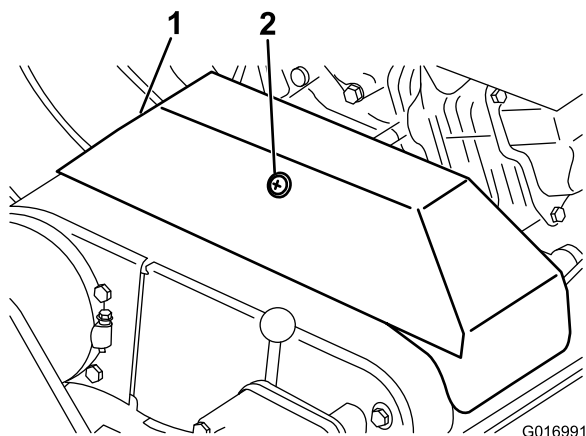

**Figura 32**
2. Con una bilancia a molla, premete indietro sulla leva del freno di servizio (Figura 32). Rilasciate il freno di stazionamento quando si raggiunge una forza tra 13,5 e 18 kg. Regolate il cavo del freno se il freno di stazionamento viene rilasciato prima di raggiungere una forza compresa tra 13,5 - 18 kg (da 30 a 40 lb). Passate alla fase 3.